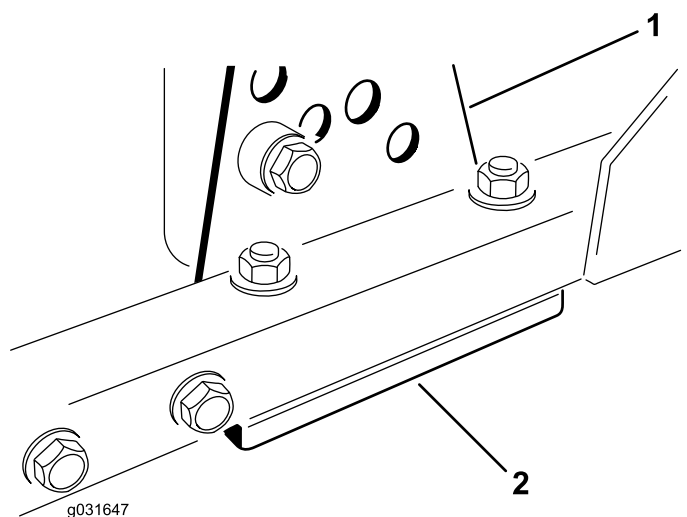

Figura 71
1. Togliete la staffa dell'altezza di taglio (anteriore, sinistra o destra) dal telaio del piatto di taglio (Figura 71).
- Regolate gli spessori di 1,5 mm e/o 0,7 mm fra il telaio del piatto di taglio e la staffa per ottenere l'altezza di taglio desiderata (Figura 71).
- Montate la staffa dell'altezza di taglio sul telaio del piatto di taglio, lasciando gli spessori rimasti sotto la staffa (Figura 71).